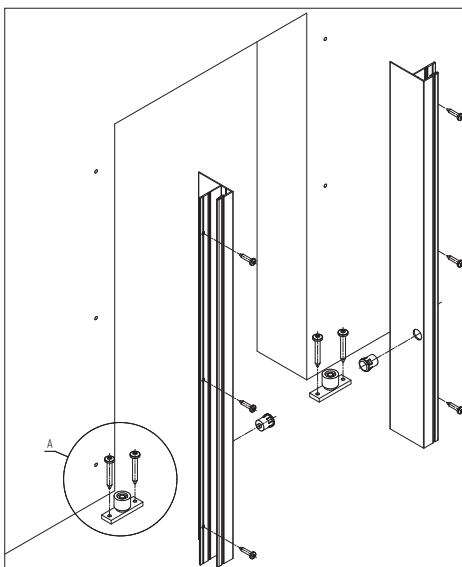

Рис. 18
1. Закрепите профили под фотоэлемент по краям дверного проема шурупами 4,2 × 19 мм с шагом 500 мм (рис. 18).